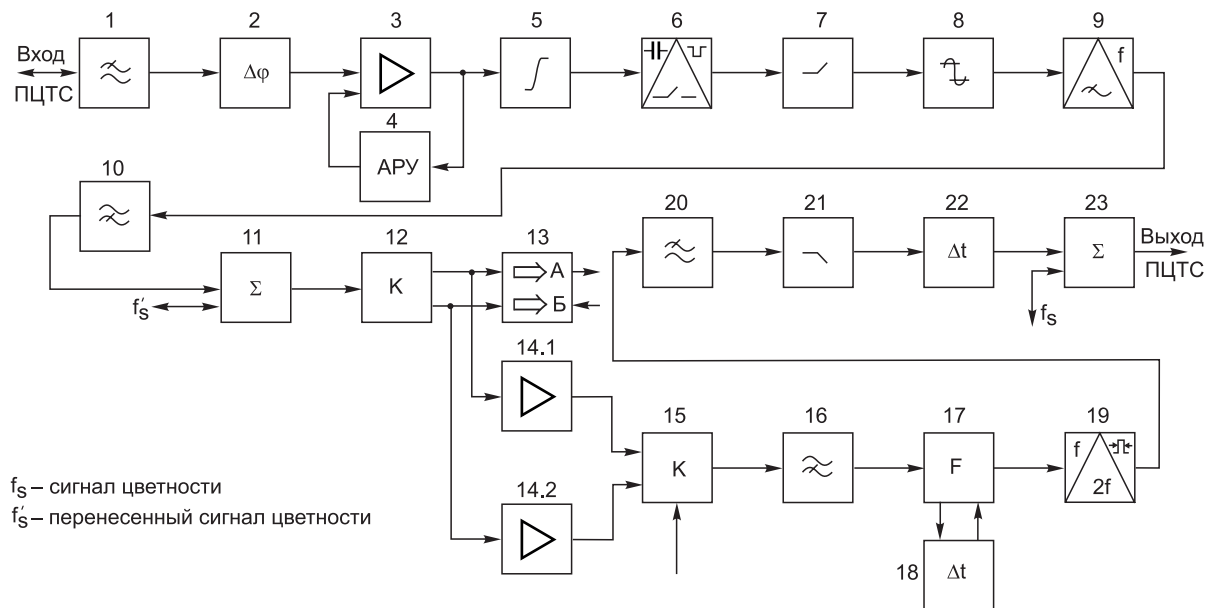

Рис. 1. Структурная схема канала яркости
Структурная схема канала яркости видеомagnetofонов приведена на рис. 1. В состав тракта записи входят: ФНЧ 1 для выделения сигнала яркости из ПЦТС; корректор фазовых искажений 2; усилитель сигнала яркости 3, охваченный ключевой системой АРУ 4; каскад нелинейных частотных преобразования 5 для повышения четкости изображения; ключевой фиксатор уровня черного 6 для точной записи видеосигнала в требуемом диапазоне частот при помощи ЧМ; фор-
В микросхеме IC1 записываемый сигнал яркости поступает на усилитель 1 с ключевой АРУ 2 (они соответствуют узлам 3 и 4 на рис. 1). Далее, с вывода 35 микросборки IC301 сигнал через ФНЧ FL301 (для режима VHS, с полосой пропускания 3 МГц) или FL302
Видеосигнал на шумоподаватель 4 в режиме S-VHS подается через фиксатор уровня 5, в каскаде нелинейных предискажений 8 (соответствует блоку 5 на рис. 1) производится подъем высокочастотных составляющих слабых сигналов. После дополнительного шумоподавления в блоке 9 в сигнал вносятся линейные частотные предискажения (блок 10), как это делается во всех системах передачи с частотной модуляцией, после чего в симметричном ограничителе 11 срезаются выбросы, образовавшиеся в видеосигнале на контрастных черно-белых переходах (узлам 10, 11 соответствуют каскады 7, 8 на рис. 1). Сформированный таким образом видеосигнал поступает на частотный модулятор 12; девиация частоты при изменении сигнала от уровня синхроимпульсов до уровня белого составляет 1 МГц (от 3,8 МГц до 4,8 МГц) в режиме VHS и 1,6 МГц (от 5,4 МГц до 7 МГц) в режиме S-VHS. Выходной сигнал ЧМ-модулятора (REC.Y) можно наблюдать на контакте 6 соединителя PP3001 и в контрольной точке TL14 материнской платы. На последней установлены регуляторы токов записи ЧМ-сигналов яркости VR3001 (маркировка VHS REC Y) и VR3002 (маркировка S-VHS REC Y), с которых эти сигналы поступают на контакты 7, 8 соединителя PP3011, связывающего основную плату с submodule яркости и цветности (SUB. LUM & CHROM PACK C.B.A). Размахи сигналов составляют 0,5 В для S-VHS (контакт 8) и 0,2 В для VHS (контакт 7).
При возникновении неисправностей в тракте записи необходимо проверить прохождение сигналов в submodule яркости и цветности. Основные точки для контроля в VHS-режиме: контакты 1, 3 соединителя PP3301, выводы 19, 23 микросхемы IC3501 (M52083), выводы 3, 4 микросхемы IC3406 (D4066) и контакт 11 соединителя PS3303 (на материнской плате ему соответствует соединитель PP3011). К соединителю PP3301 подключена плата VEPO3A90A (REC/RF AMP. PACK. C.B.A), на которой установлен ФВЧ на дискретных элементах (соответствует блоку 10 на рис. 1). Прохождение ЧМ-сигнала яркости в S-VHS-режиме и работа системы оптимизации изображения (AI) требуют отдельного рассмотрения. На основной плате ЧМ-сигнал яркости (REC Y) через соединитель P3001 (контакт 10) и 20-проводной шлейф подается на предварительный усилитель (описание см. РЭТ №8, 2001). При проведении диагностики следует обратить внимание на «зеркальную» нумерацию контактов разъемов P3001 и P501 на предварительном усилителе, т.е. контактам 1, 2, 3... P3001 соответствуют контакты 20, 19, 18... P501.